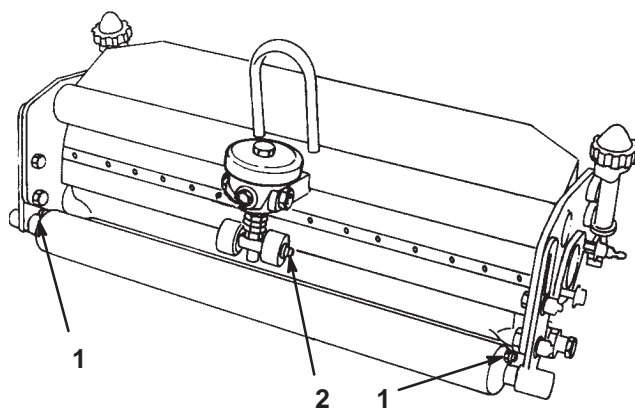

Bild 11
4. Fetten Sie die Drehpunkte ein (Bild 11).